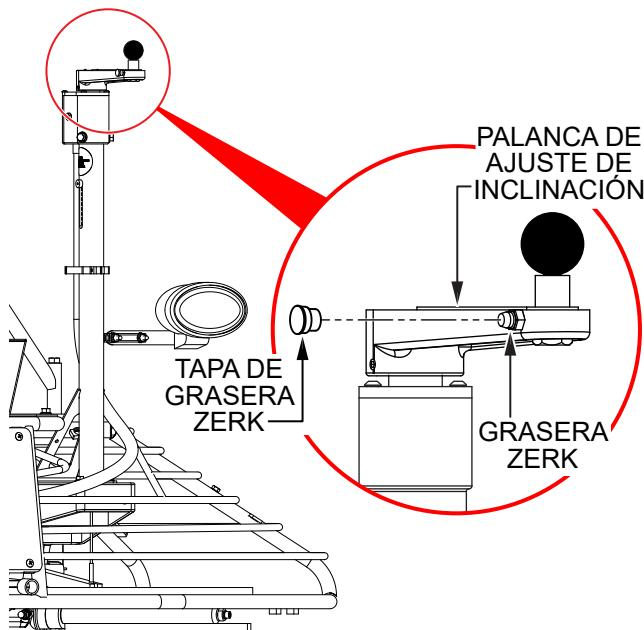

Figura 29. Lubricación de la palanca de ajuste de inclinación
1. Localice la graspera Zerk junto a la perilla de una de las palancas de ajuste de inclinación (Figura 29). Quite la tapa de la graspera Zerk y póngala a un lado.